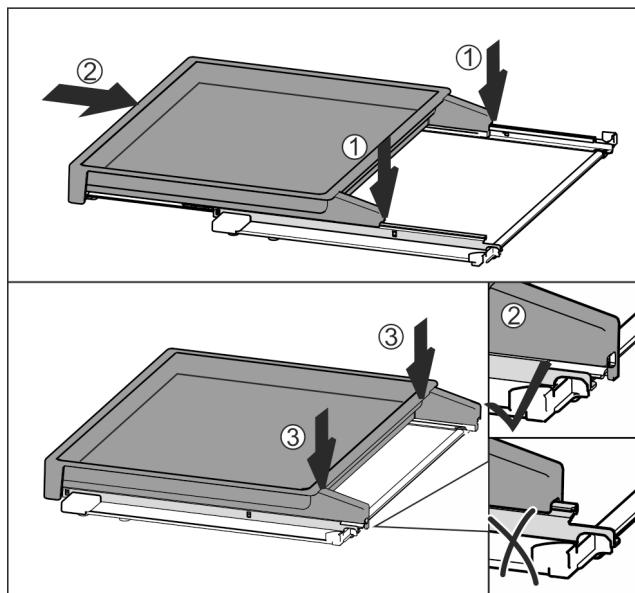

Fig. 44
- ▶ Поставете в средата върху релсите Fig. 44 (1).
- ▶ Вкарайте изцяло изтеглящата се дъска Fig. 44 (2).
- ▶ Натиснете от задната страна, докато се фиксира с щракване Fig. 44 (3).